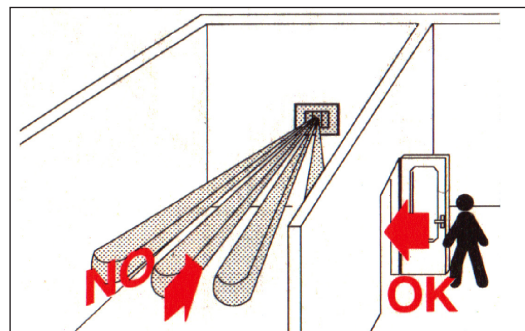

Fig. 3
- Non installare sopra o vicino a fonti di calore e alla luce diretta del sole (Fig. 3).
- La massima rilevazione si ha con movimento di attraversamento all'asse ortogonale al rilevatore (Fig. 3);